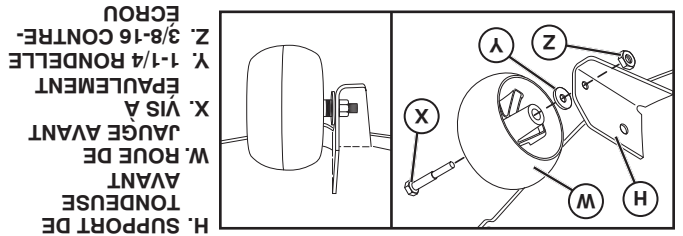

Fig. 25
## 2. ASSEMBLER LA ROUE DE JUGE AVANT (W) À L'AVANT DE LA TONDEUSE (VOIR LA FIG. 25)